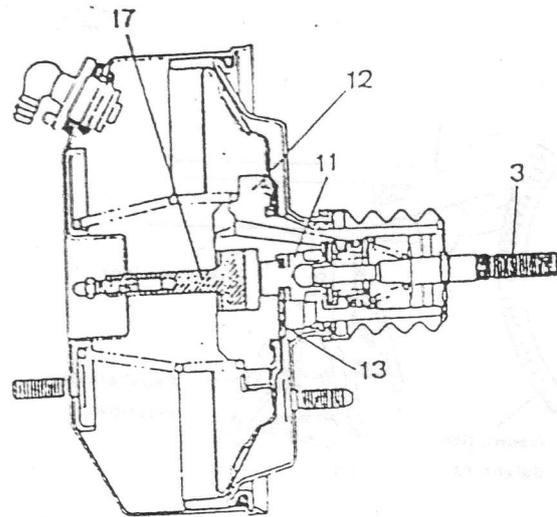

Fig. 19-24
En caso de avería en alguna de las piezas relacionadas con el sistema de ayuda, la fuerza de frenada no será aumentada. No obstante, la presión ejercida por el pedal es transmitida a la varilla de mando (3) (Fig. 19-24), a la válvula de aire (11), a la chaveta de tope (13), y al pistón del